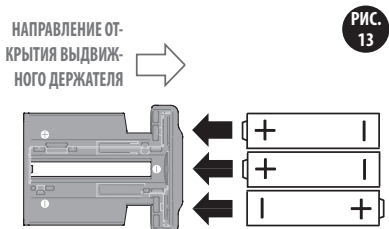

РИС. 13
- 3) Достать выдвижной держатель батареек и расположить в нем батарейки, как показано на дне держателя (См. рис. 13).